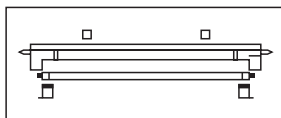

Рисунок 4.
- оденьте на лампу защитные скобы и сдвиньте в пазы держателей (рис. 4);